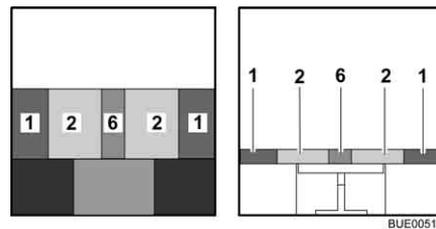

Fig. 74 Después de la transformación
- Colocar el cojín adicional (Fig. 74,6) entre los cojines del asiento.